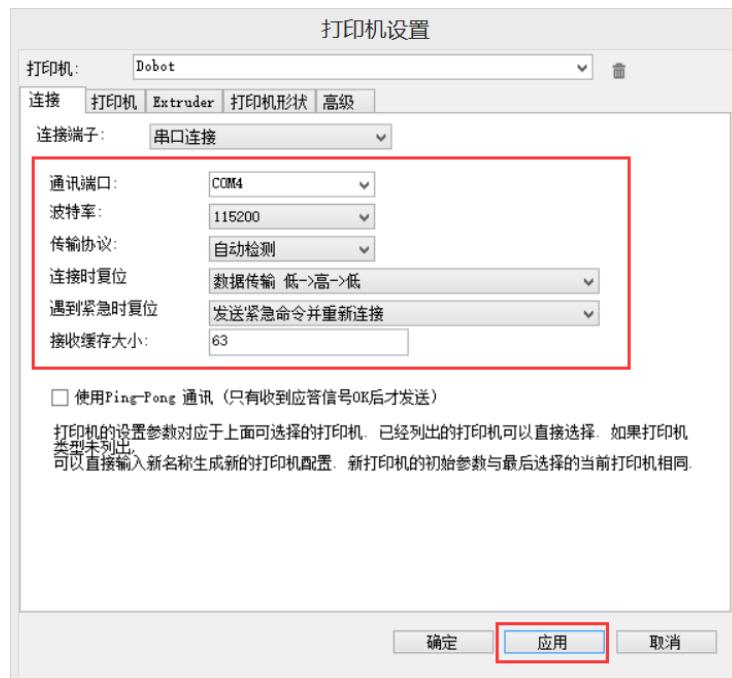

图 5.123 连接设置
2. 在“连接”页签按图 5.123红框所示设置参数，其余保持默认值即可。